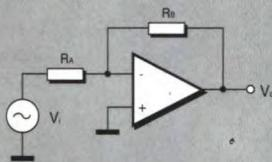

Figura 1
3. L'amplificatore operazionale invertente di Figura 1, mette a disposizione una uscita pari a: